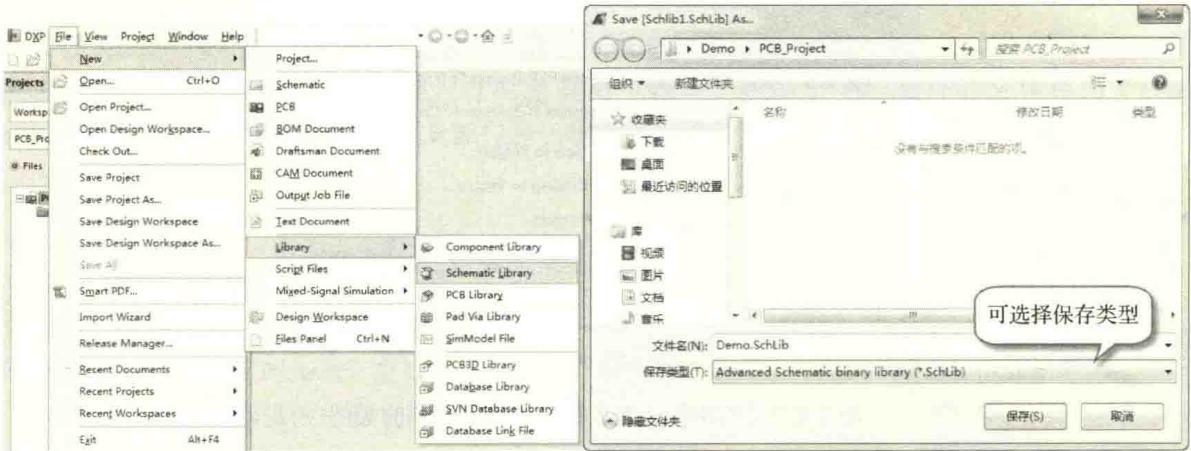

图 2-7 元件库的新建及保存
Library”，如图 2-7 中左图所示，即可创建一个新的元件库。
(2) 单击工具栏中的按钮 或按快捷键“Ctrl+S”，保存新建的元件库及更改元件库的名称，如图 2-7 中右图所示。